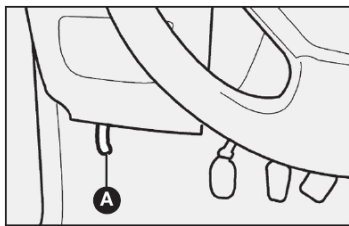

fig. 73
- 1) puxar a alavanca **A**-fig. 73.